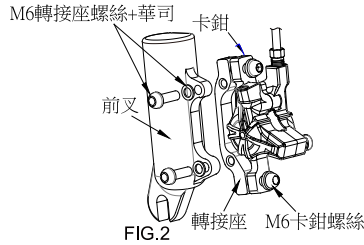

FIG.2
- 3-1 安裝BENGAL油壓式碟剎時，需預先以M6轉接座螺絲+華司，將符合規格之轉接座鎖接在前叉或車架上，鎖緊扭力8~10 Nm (71~89 in.lbs) (如FIG.2)
- 4-1 以M6卡鉗螺絲+華司，將卡鉗安裝於轉接座上，但不要鎖緊，使卡鉗能夠自由左右調整其位置(如FIG.2)。